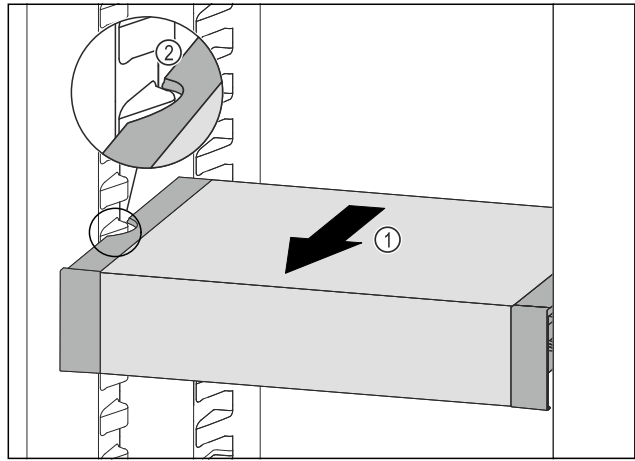

Fig. 126
- ▶ Вытягивайте VarioSafe вперед Fig. 126 (1), пока боковые выемки VarioSafe не окажутся на высоте выступа резервуара в холодильном отделении. Fig. 126 (2)